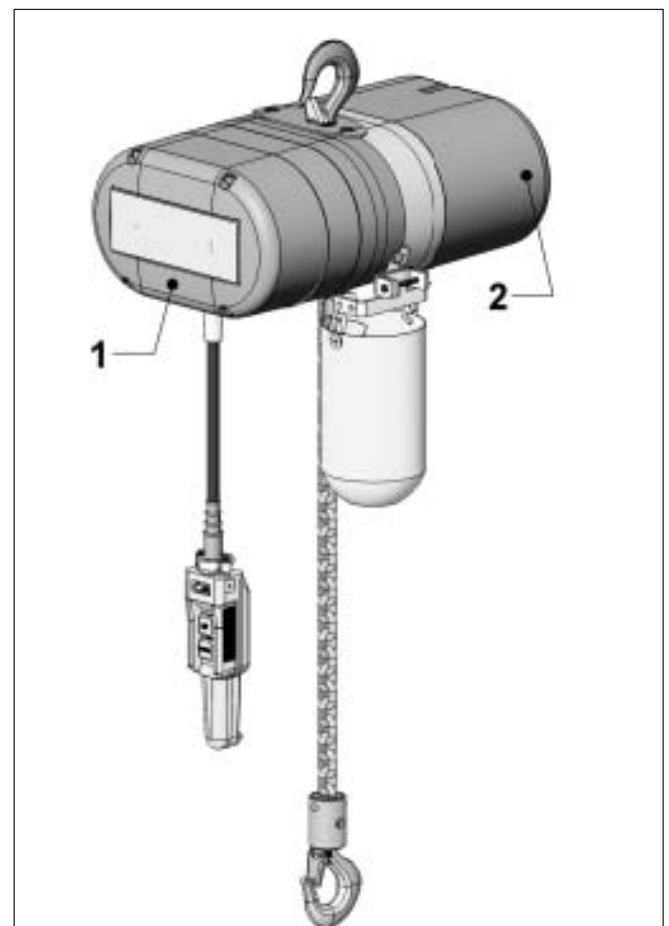

Abb. 18
2. Hinteren Gehäusedeckel abnehmen (Abb. 18).
2. Hinteren Motorgehäusedeckel abnehmen (Abb. 18 - 2).